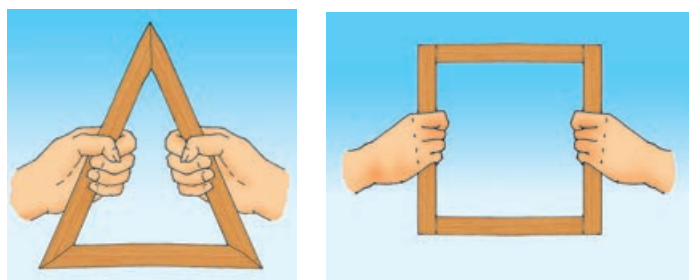

图1-26 按压和拉伸试验
2. 用木条制作三角形木框和四边形木框，并采用相同的方法固定。分别对它们进行按压和拉伸试验（图1-26），观察框架的变形，分析两种框架结构受力的情况。